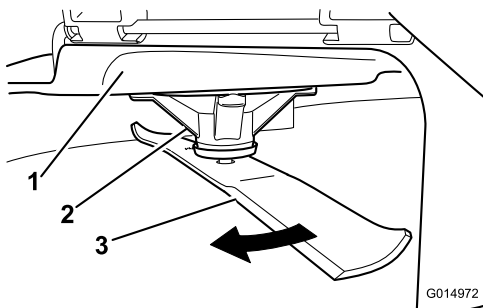

Figura 41
2. Llevando guantes fuertemente acolchados u otro tipo de protección apropiada para las manos, gire la cuchilla a medir lentamente hasta una posición que permita medir eficazmente la distancia entre el filo de corte y la superficie nivelada en la que descansa la máquina (Figura 41).